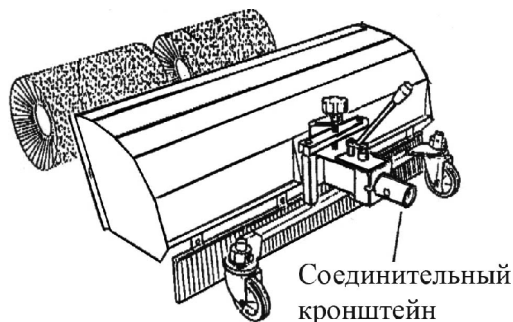

Рис. 4.
4. Установить поворотный механизм на соединительный кронштейн щетки-насадки, придерживая ранее установленный анкерный болт. См. Рис. 4.